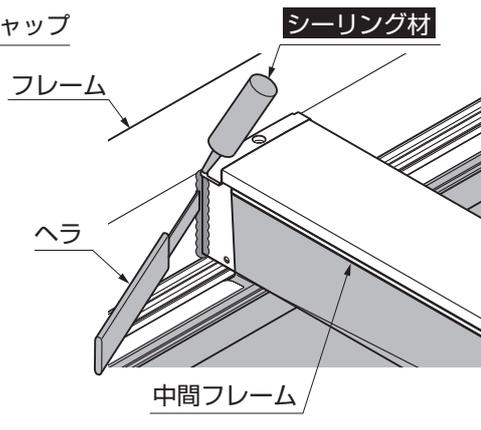

図11-6 D部詳細図
- ④ D部フレームと中間フレームの接合部(側面)にシーリング処理してください。(図11-6参照)